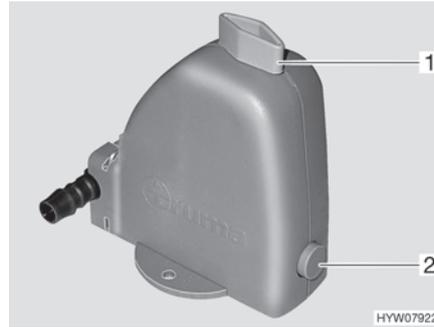

Fig. 79 Valve de sécurité et de vidange
Le chauffage est équipé d'une valve de sécurité et de vidange (Fig. 79). La valve de sécurité et de vidange évite que l'eau destinée à la préparation d'eau chaude ne gèle lorsqu'en cas de gèle, le chauffage n'est pas en marche.
- Fermer la valve de sécurité et de vidange. Tourner pour cela le bouton rotatif (Fig. 79,1) dans le sens transversal par rapport à la valve de sécurité et de vidange et enfoncer le bouton-poussoir (Fig. 79,2).
- Ouvrir la valve de sécurité et de vidange. Tourner le bouton rotatif (Fig. 79,1) dans le sens longitudinal par rapport à la valve de sécurité et de vidange. Le bouton-poussoir (Fig. 79,2) ressort. Le récipient d'eau sanitaire est vidé via la valve de sécurité et de vidange.